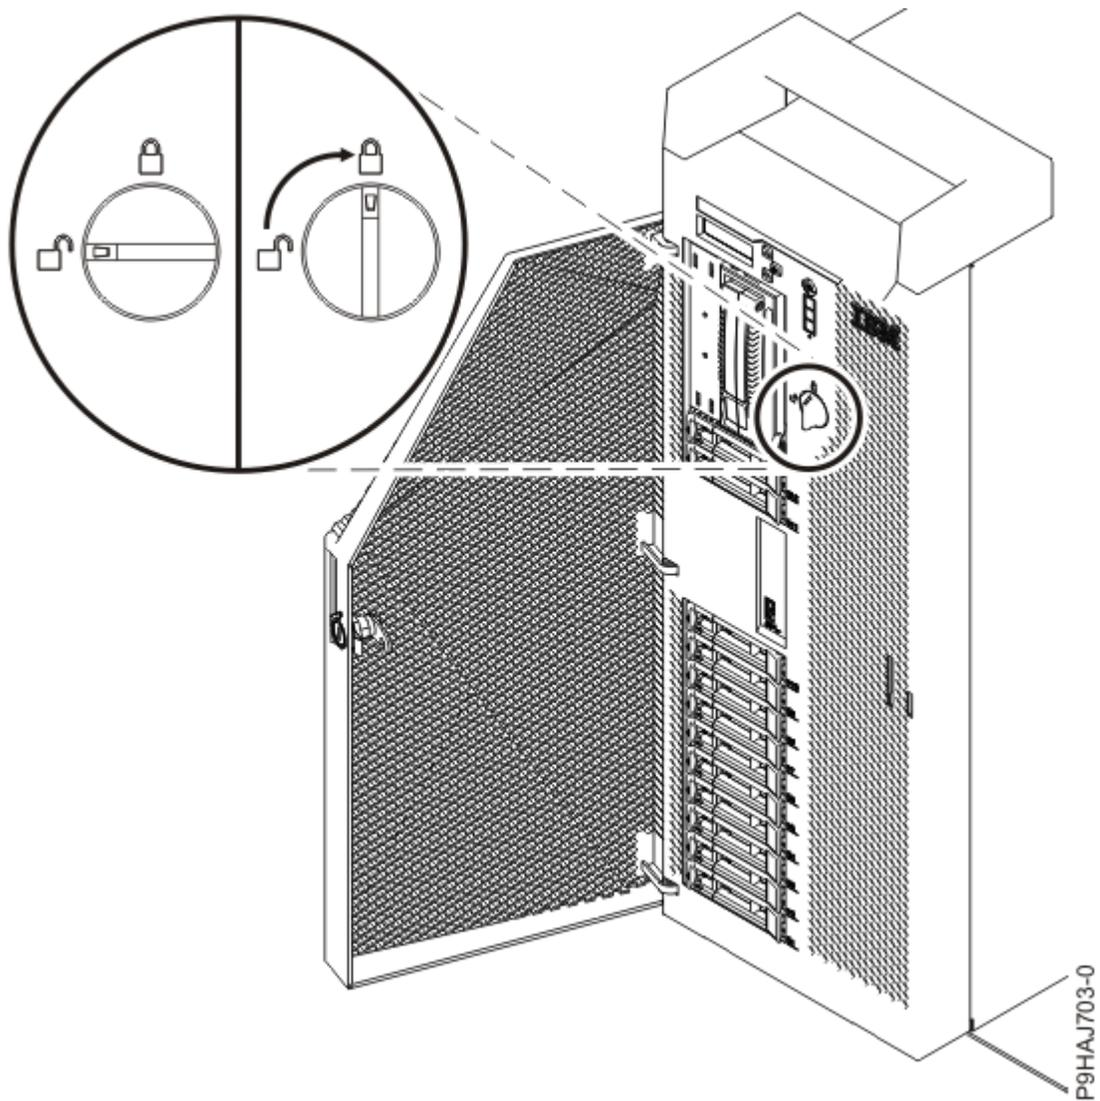

Figura 48. Cierre del pestillo de la cubierta frontal
- d) Gire el pestillo de la cubierta hacia la derecha (en el sentido de las agujas del reloj) para bloquear la cubierta tal como se muestra en la Figura 48 en la página 50.